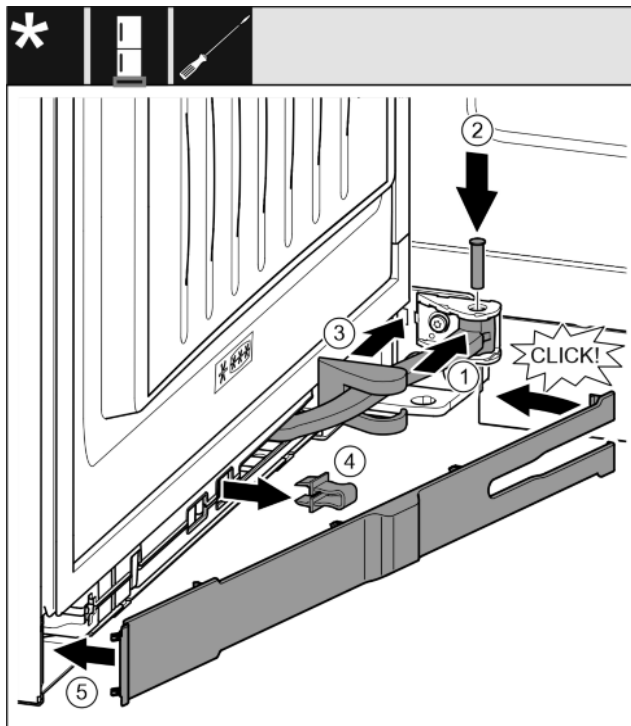

Fig. 37
- ▶ Okrenite zglob u ovjesu. Fig. 37 (1)
- ▶ Pomoću odvijača T15 stavite svornjak u ovjes i zglob. Pritom pazite da ispuščenje za blokiranje ispravno dosjedne u utor. Fig. 37 (2)
- ▶ Pomaknite pokrov podloška ležaja uzduž zgloba i montirajte ga iznad ovjesa. Fig. 37 (3)
- ▶ Skinite osigurač. Fig. 37 (4)
- ▶ Postavite masku na strani prijanjanja i zakrenite ju prema unutra. Fig. 37 (5)